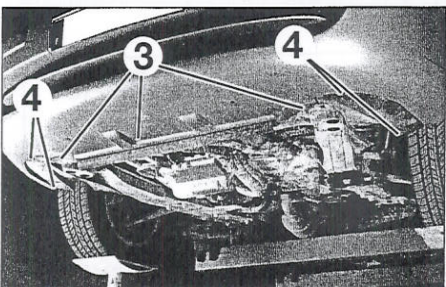

FIGURA 11-2
- Desmontar los tres tornillos cuarto de vuelta (3) y los clips (4) (figura 11-2).